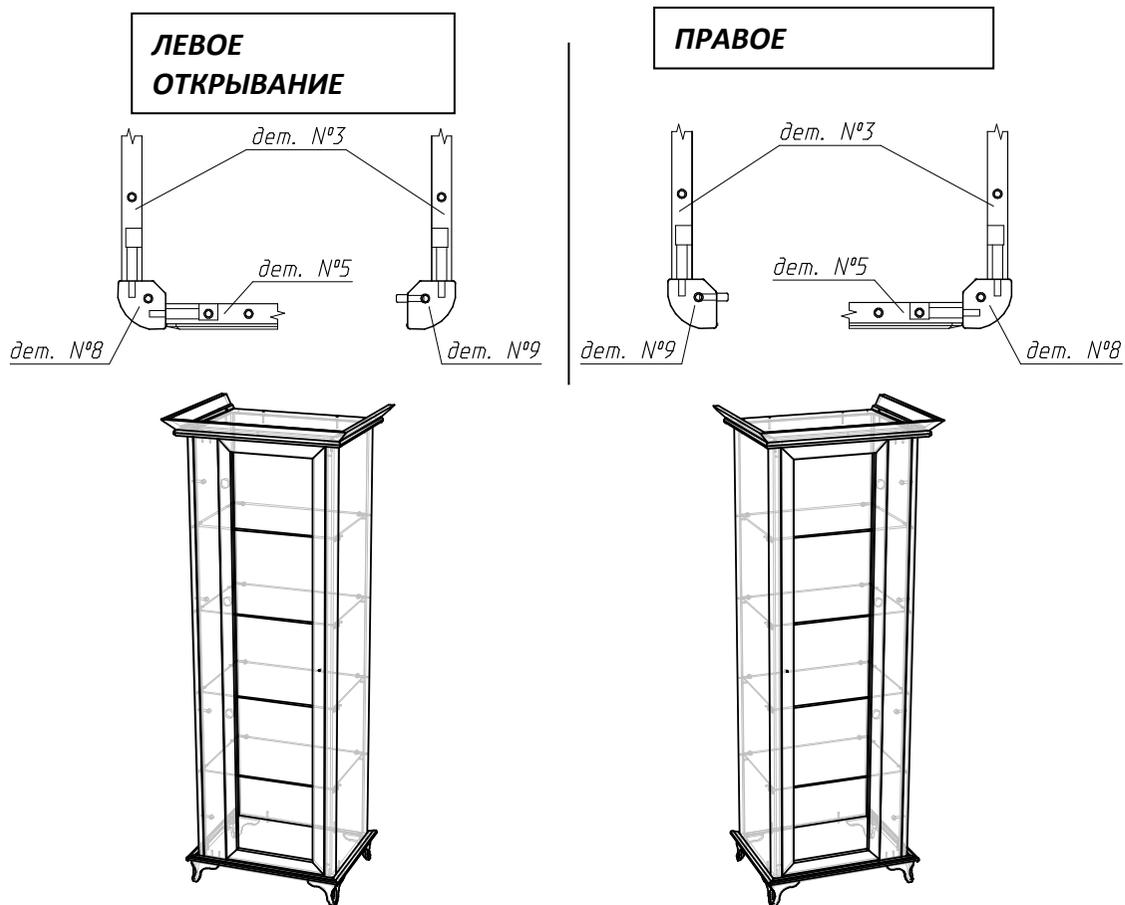

Рис.4 Установка углового профиля и фальшпанели
- Установить эксцентрики **В** на дет.№ 3 и дет.№4 и соединить эти детали при помощи углового профиля (№8 – если шкаф собирается налево, №9 – если направо) (рис.4);
- Прикрепить крышу (дет.№1) и дно (дет.№2) к деталям № 3, №4, №5, а так же к профилю №8 и №9 (рис.4) при помощи эксцентриков **В** (крыша) и евроинтов **Б** (дно), с учетом открывания пенала – левым или правым;